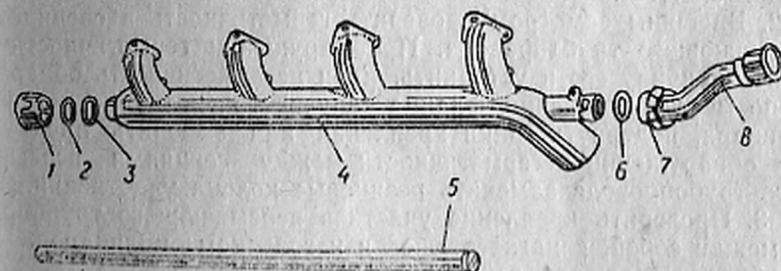

Рис. 12. Коллектор выхлопа:
1. Осмотреть коллектор выхлопа (рис. 12) и убедиться в отсутствии трещин, прогара, особенно по местам сварки. При на-